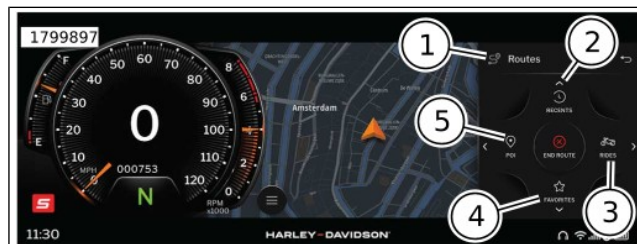

Abbildung 69. Zielloptionen
3. Siehe Abbildung 69. Das Textfeld (1), die Suche (2) oder die Sonderzielvorschläge (3) verwenden, um ein Ziel auszuwählen.